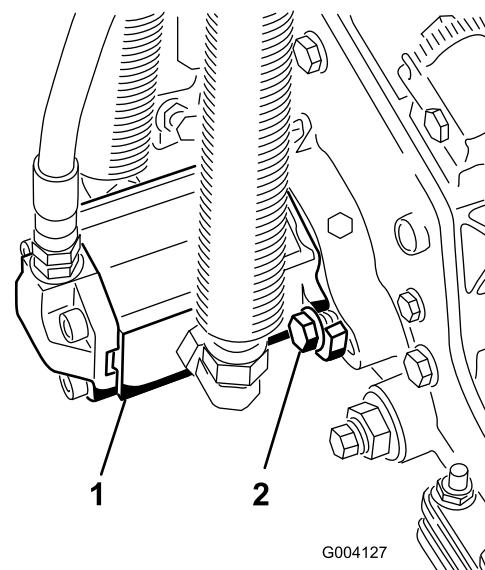

Bild 15
10. Montieren Sie den Motor; drehen Sie ihn nach rechts, damit die Motorflansche nicht die Kopfschrauben berühren (Bild 15). Drehen Sie den Motor nach links, bis die Flansche die Kopfschrauben umgeben. Ziehen Sie die Schrauben dann an.